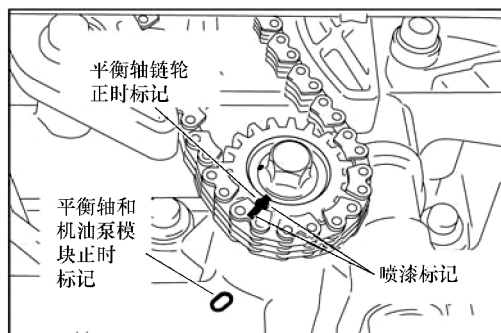

图 9-11 对齐平衡轴正时标记
- 1) 顺时针转动曲轴，将平衡轴链轮的正时标记与平衡轴和机油泵模块的正时标记对齐，然后将第 1 缸或第 4 缸设置为压缩上止点，如图 9-11 所示。